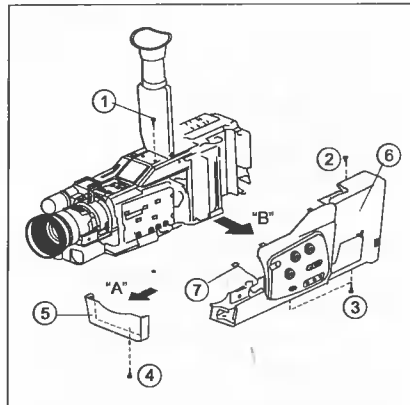
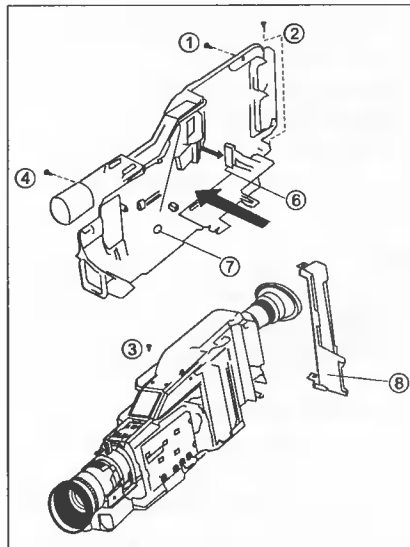
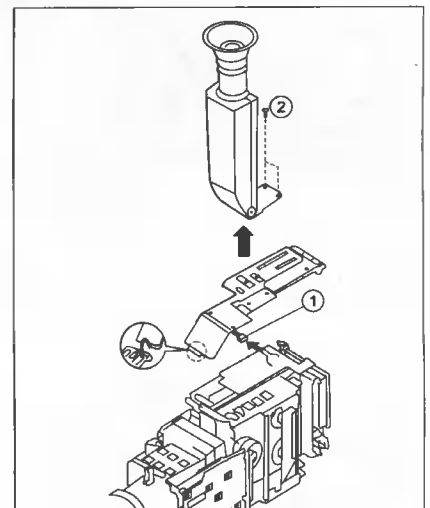
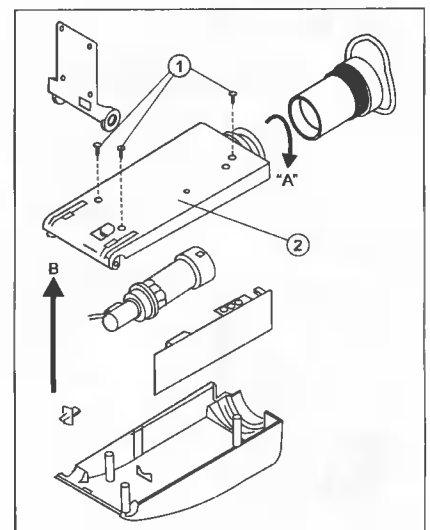

Рис. 3
Рис. 4
Рис. 5
Рис. 6
- снять верхнюю часть корпуса (рис. 3), для чего:
- отвинтить винт (1), три винта (2), три винта (3) и один винт (4);
- отсоединить фильтр автофокуса (AF-фильтр) (5) в направлении, указанном стрелкой «А»;
- отсоединить верхнюю часть корпуса (6) в направлении, указанном стрелкой «В»;
- отсоединить разъем (7) от платы;
- снять нижнюю часть корпуса (рис. 4), для этого:
- отвинтить винт (1), два винта (2), винт (3) и один винт (4);
- отсоединить два разъема (6) (CN901), (7) (CN751);
- снять кронштейн (8);
- снять корпус электронного видеоискателя (рис. 5) и последовательно:
- отсоединить разъем (1) от основной платы видеозаписи (*Video Main Board*);
- отвинтить два винта (2);
- последовательно разобрать корпус электронного видеоискателя (рис. 6):
- отвинтить три винта (1);
- отсоединить нижнюю крышку корпуса видеоискателя (2) в направлении, указанном стрелкой «В»;